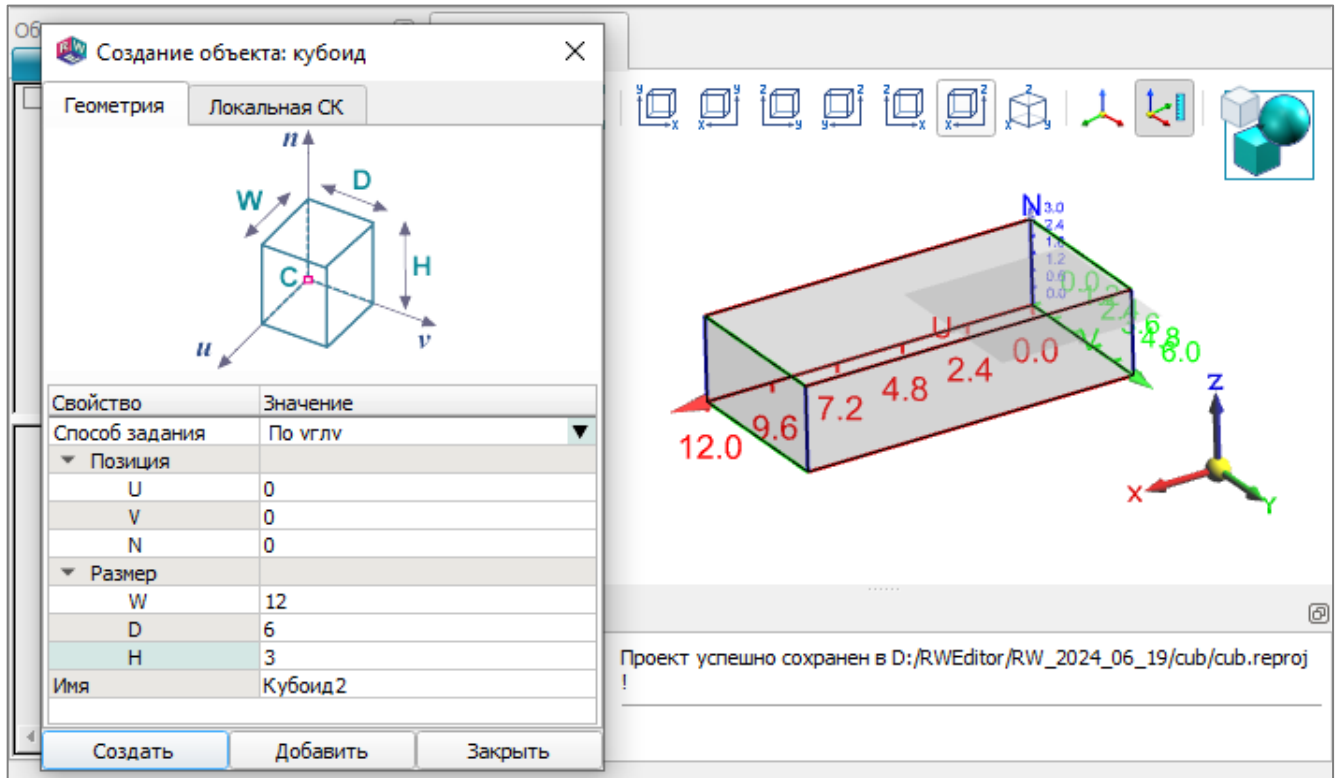

Рис. 12
1) выполнить команду  «Кубоид» на ленте меню «Геометрия». В окно визуализации будет добавлен временный объект примитива, одновременно на экран будет выведено окно «Создание объекта: кубоид» (рис. 12);